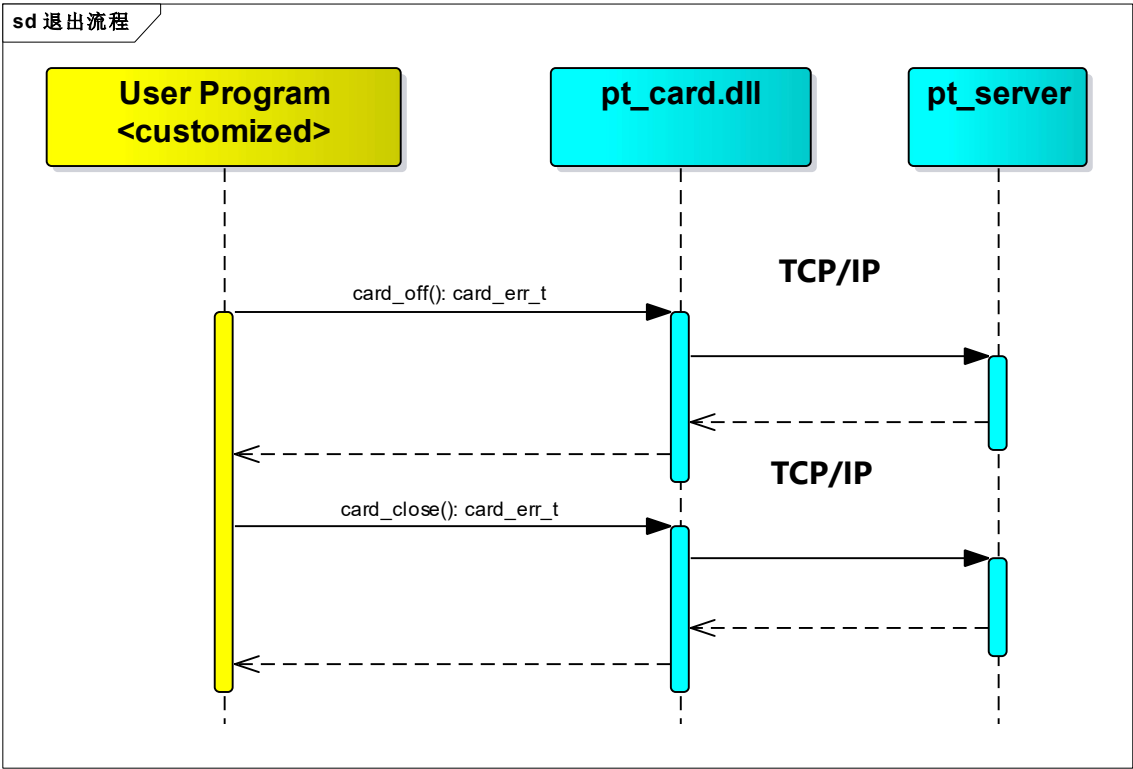

图 3.3 退出流程
- 退出流程：用户程序通过调用 pt\_card.dll 的接口函数完成断开读写器连接等操作，如图 3.3。